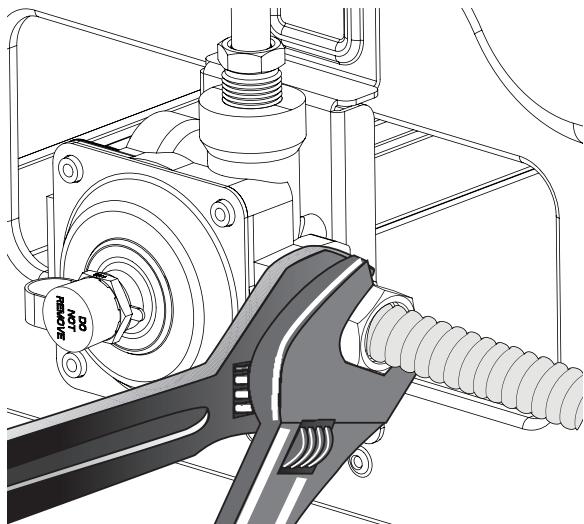

Fig. 10
- c. Apriete el accesorio del suministro de gas y/o el conducto del electrodoméstico al adaptador de unión al lado derecho del regulador de presión (consulte la Fig. 10) usando **NO MÁS DE 15 pies/libra** de par (torsión). Asegúrese de **estabilizar** el adaptador de unión curva de 1/2" con la llave ajustable antes de apretar el accesorio y/o el conducto del electrodoméstico.